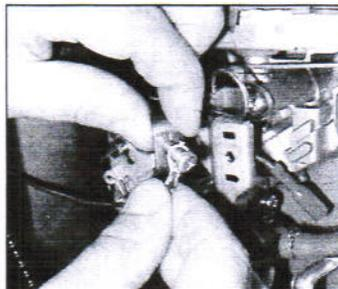

Fig. 7
2. Collegare il capocorda ad occhiello del cavo massa ad una delle viti del motore (per mod. T-135HO vedi fig 7).